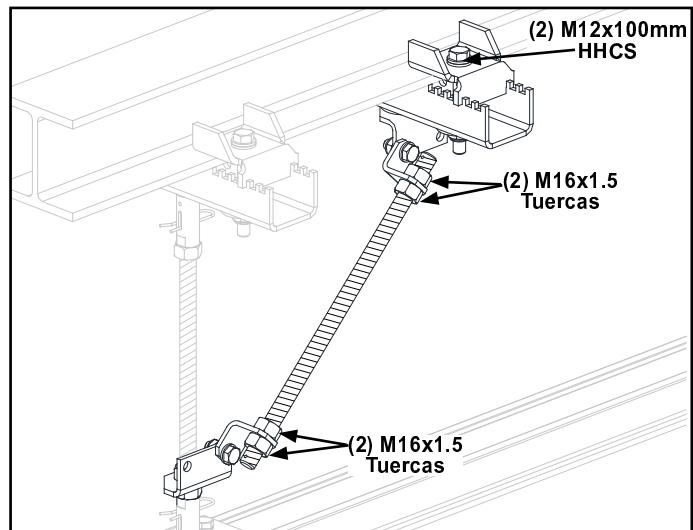

Figura 3-52
- Paso 14. Instale dos (2) Tuercas M16 x 1.5 en ambos extremos. Apriete cuatro (4) Tuercas M16 x 1.5 en varilla y soportes. Vea Figura 3-52.
- Paso 15. Apriete dos (2) Tornillos M12 x 100 mm HHCS en soporte de Viga-I para refuerzo alternando en ambos lados, hasta que el soporte este apretando. Apriete hasta asentar + $\frac{1}{4}$ vuelta. No apretar de mas, puede doblar el soporte. Vea Figura 3-52.